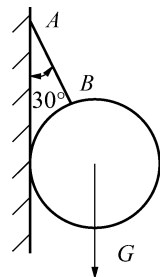

图11
36. 如图11所示, 一重为 G 的小球, 用绳索 AB 挂于墙上, AB 与墙的夹角为 30° , 则绳 AB 的拉力为 ()。